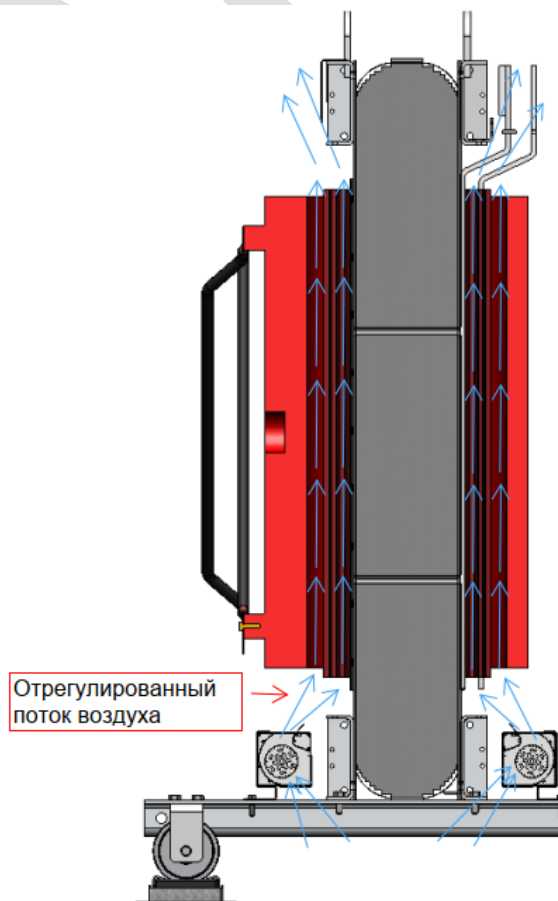

Рис. 7
7. Отрегулируйте положение установочной планки так, чтобы поток воздуха был направлен в каналы между обмотками ВН, НН и магнитопроводом и затяните установочные болты. См. Рис.7.